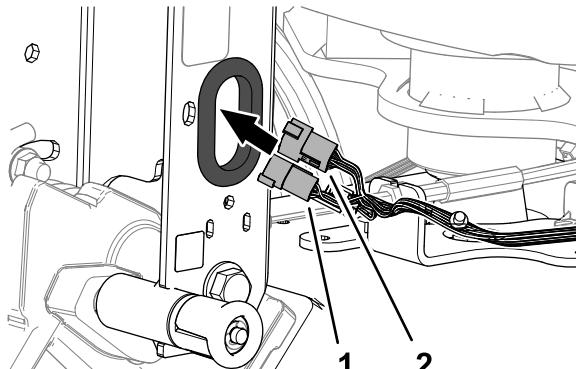

Figura 8
1. Instradate il connettore a 6 pin e il connettore a 12 pin del cablaggio preassemblato della macchina attraverso la boccola nel canale della maniglia (Figura 8).